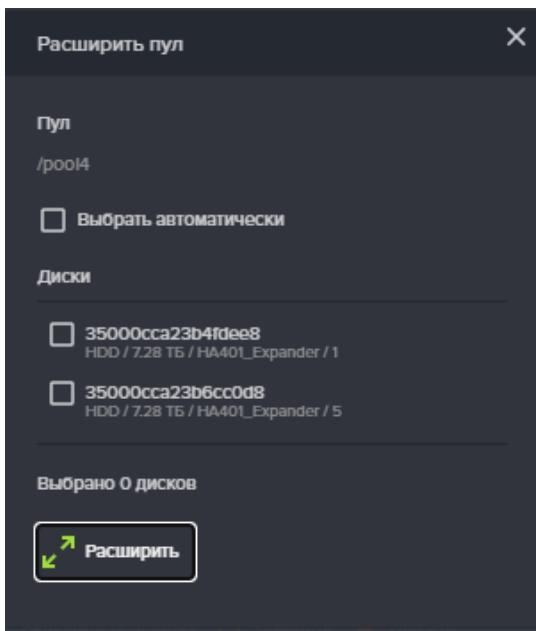

Рисунок 61. Добавление дисков в пул.
4. Нажать на кнопку «**Расширить пул**», откроется одноименное окно(см. Рисунок 61);